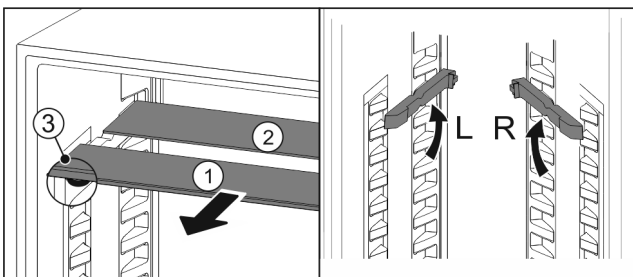

Fig. 52
- ▶ По одной извлеките Fig. 52 (1) стеклянные панели движением вперед.
- ▷ Стеклянная панель Fig. 52 (1) с декоративной планкой лежит спереди.
- ▷ Стопоры Fig. 52 (3) показывают вниз.